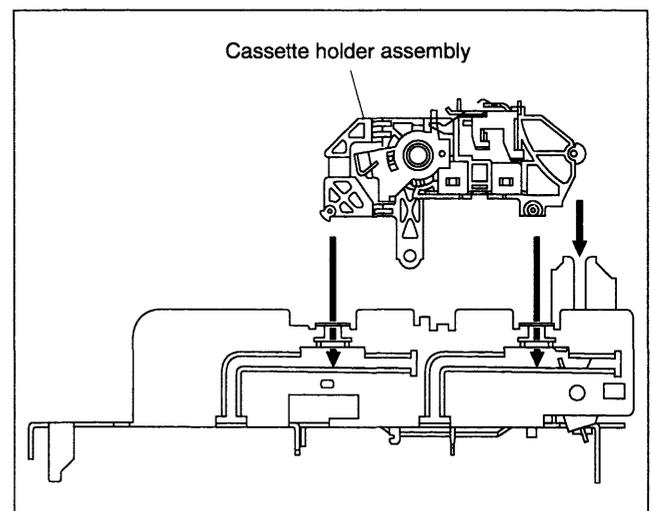
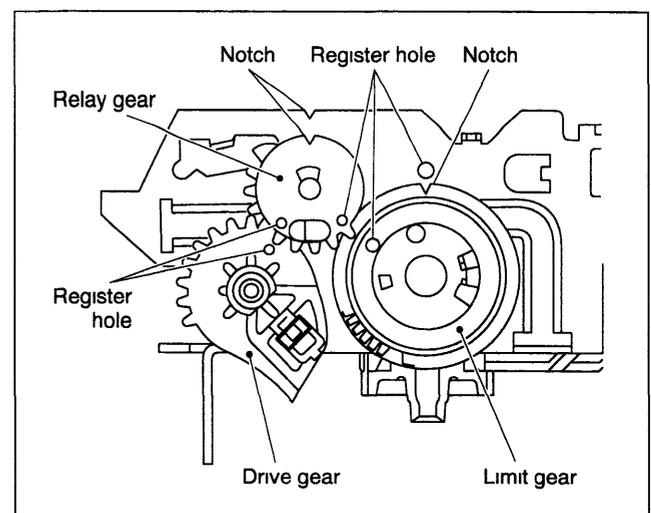

Fig 2-2-8
Fig. 2-2-9
- (3) Encaixe os três pinos no trilho do lado direito do conjunto compartimento cassete ao mesmo tempo (Veja Fig 2-2-8)
- (4) Deslize todo conjunto do compartimento cassete na direção frontal levando para posição eject
- (5) Instale a engrenagem limitadora (limit gear) até que a fenda na parte externa da circunferência desta torne-se alinhada com o furo do chassis (Veja Fig 2-2-9)
- (6) Instale a engrenagem de controle de carregamento (relay gear) de modo que a fenda na parte externa de sua circunferência se alinhe com a fenda do chassis. É importante neste estágio que o furo da engrenagem limitadora, o furo da engrenagem de controle de carregamento, e o furo engrenagem de comando de carregamento (drive gear) estejam todos em alinhamento (Veja Fig 2-2-9)
- (7) Instale o guia de abertura da porta cassete (opener guide) e o suporte das engrenagens carregamento fixando-os com as duas travas